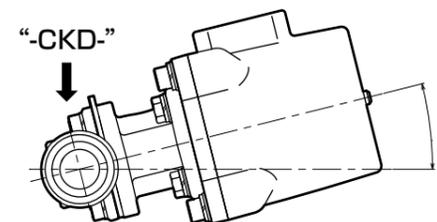

图1. 阀倾斜角度
- 横向配管时，将阀倾斜进行配管，可将阀内的液体残留控制在最小限度。配管时请将阀体配管部刻印的“-CKD-”标记朝向正上方。(参阅表1、图1)